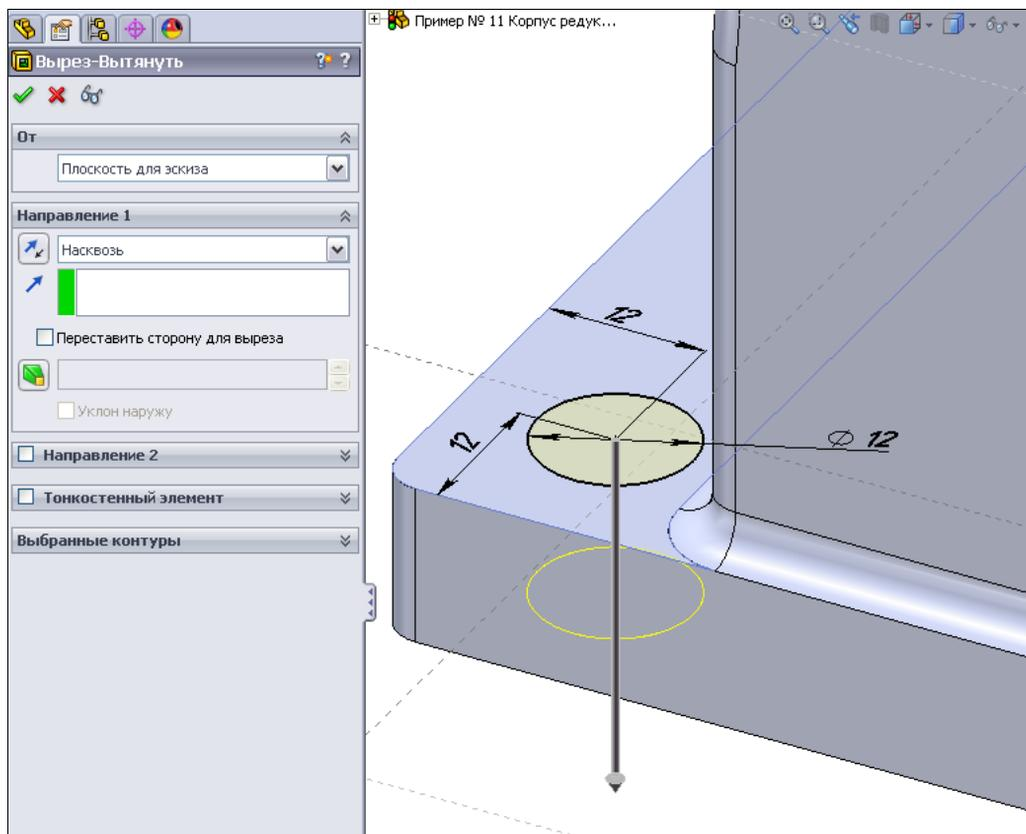

Рис. 2.139
9. Вытянем отверстие, для чего активизируем кнопку  — **Вытянутый вырез**. В окне **Вырез-Вытянуть** обозначим глубину выреза — **Насквозь**, затем нажмем кнопку **ОК**  и получим отверстие на бурте корпуса (рис. 2.139).